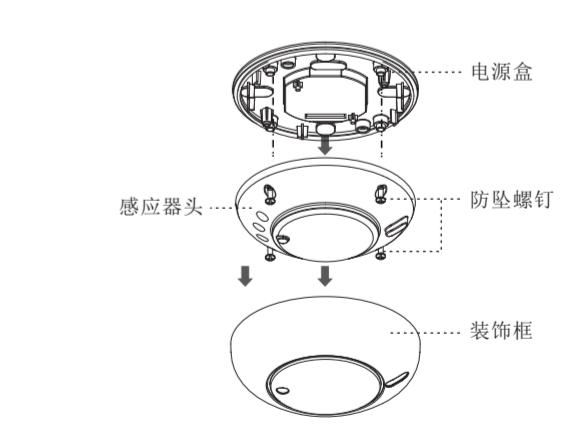

图 7
4.4.1.1 取下感应器的装饰框, 然后通过拧松其 4 个防坠螺钉, 从电源盒处拆开感应器头 (见图 7)。
4.4.1.4 将其四个防坠螺钉插入相应的螺孔，把感应器头固定在电源盒上；然后遮盖装饰框（见图 7）。